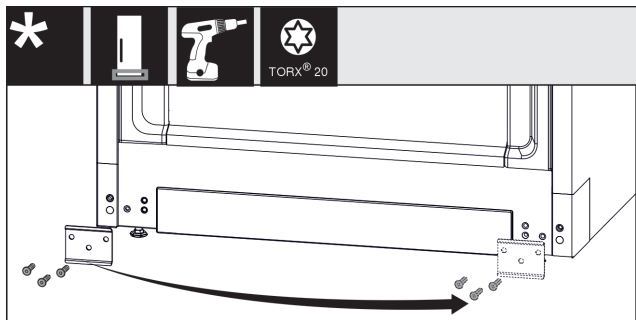

Fig. 13
- ▶ Atsukite skydelį, perkeltkite į kitą pusę ir prisukite vėl. Fig. 13 (1)